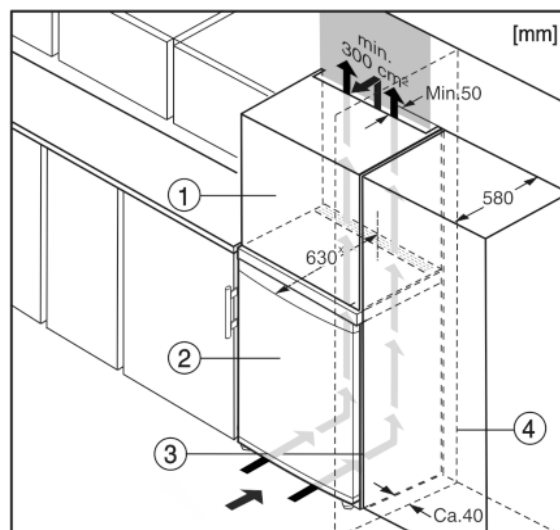

Fig. 5
Пристрій можна комбінувати з кухонними шафами. Для того, щоб пристрій *Fig. 5 (2)* вирівняти по висоті кухонної секції, на пристрій можна встановити антресольну секцію *Fig. 5 (1)*.
У разі комбінування з кухонними шафами (максимальна глибина 580 мм) пристрій можна встановлювати безпосередньо поряд із кухонною шафою *Fig. 5 (3)*. Пристрій виступає збоку на 34 мм^x і посередині на 50 мм^x відносно передньої панелі кухонної шафи.
Якщо пристрій встановлюється поряд зі стінкою *Fig. 5 (4)*, відстань між пристроєм та стінкою повинна бути не менше 40 мм. Це відповідає необхідній відстані для ручки після відкриття дверцят.